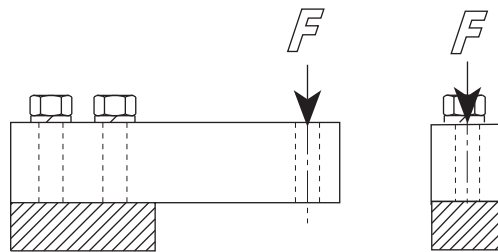

Figura 8-1. Barra de un extremo
- La carga debe aplicarse verticalmente por la línea central del orificio de carga (la carga puede aplicarse desde arriba, como se ilustra en la Figura 8-1, o puede colgarse desde abajo).